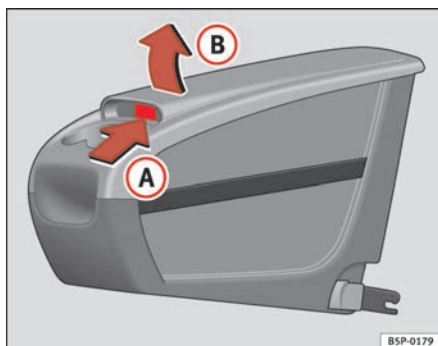

Abb. 113 Zusätzliche Ablage. Öffnen
- Die Klappe (B) im Bereich (A) ⇒ Abb. 113 anheben.